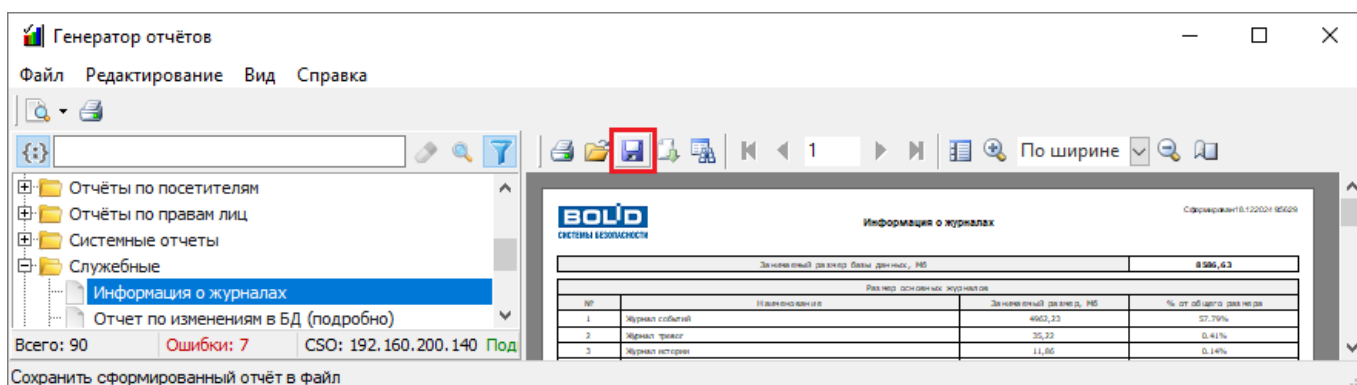

Рисунок 11-311 Сохранение отчета через панель инструментов предварительного просмотра
- нажмите в панели инструментов предварительного просмотра (см. п. 11.5.4) кнопку «Сохранить сформированный отчет в файл» (см. Рисунок 11-311);